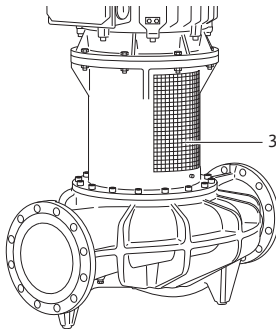

Fig. 48: Tôle de protection d'accouplement montée
- **N'exploiter la pompe qu'avec des tôles de protection d'accouplement montées (Fig. 48, pos. 3).**